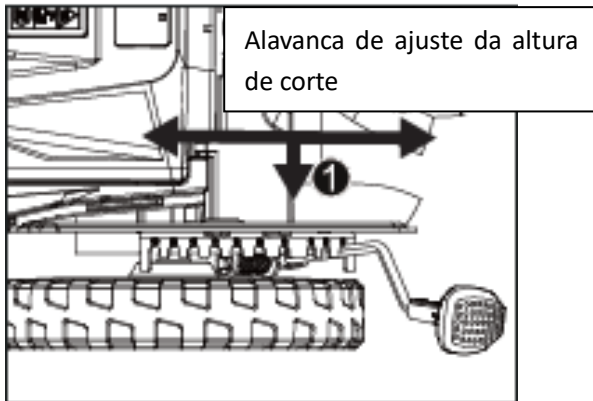

Fig. 7a
- Puxe a alavanca de ajuste da altura de corte para fora do encaixe e mova-a para a frente ou para trás para ajustar a altura de corte desejada (fig. 7a).